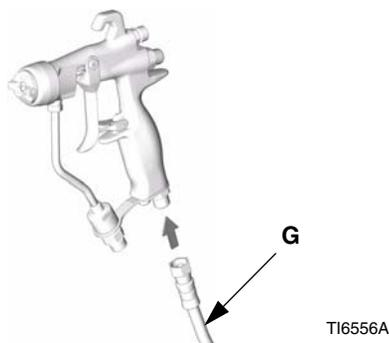

FIG. 2
5. Brancher le flexible d'air (G) sur le raccord d'arrivée d'air 1/4 npsm du pistolet. Voir FIG. 2.